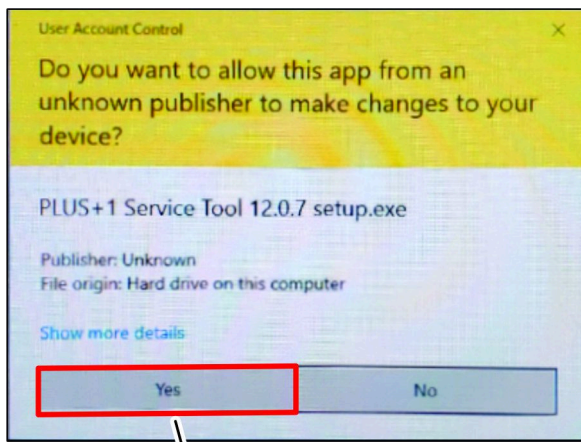

Figura 18
2. Si aparece el cuadro de diálogo Control de cuentas de usuario, haga clic en el botón Sí (Figura 18).